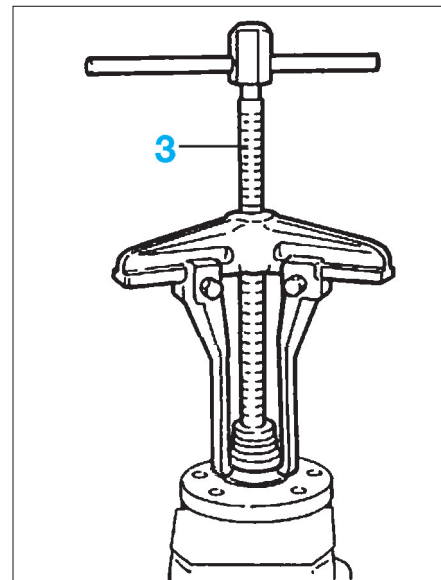

FIG. 20
- Extracteur de roulement (Fig.20).
- À l'aide d'un extracteur (3), déposer la bague interne du roulement sur le moyeu (Fig.20).